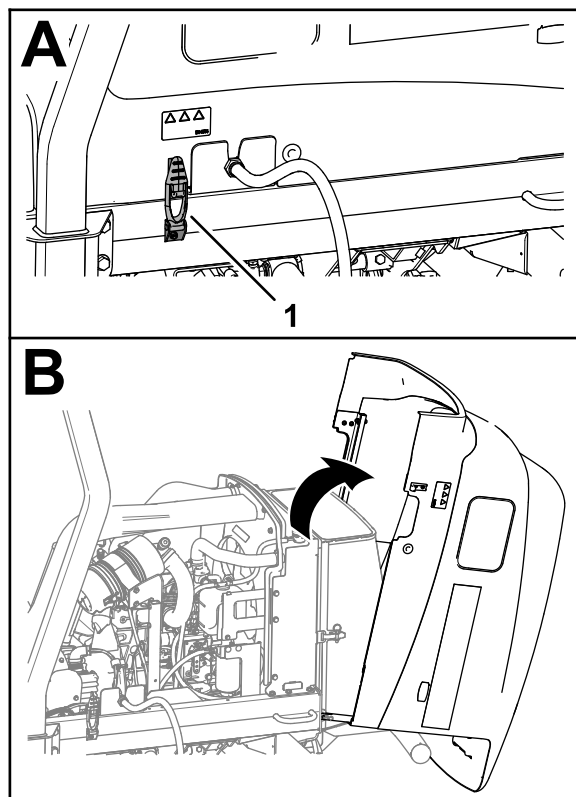

Рисунок 64
1. Разблокируйте 2 защелки капота (Рисунок 64).